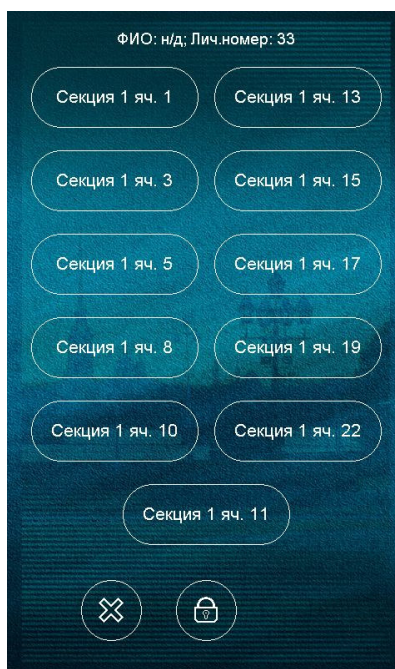

Рис. 9.1 Меню пользователя
- присвоить имя ячейке. Имя будет отображаться вместе с номером ячейки (см. Рис. 9.1). При большой длине имя будет отображаться не полностью и заканчиваться многоточием;
Для сдачи пенала пользователь должен пройти идентификацию личности (приложив карту к считывателю / введя личный номер / введя личный номер и приложив палец к сканеру). При успешной идентификации на экране изделия отобразятся все доступные для пользователя ячейки изделия (см. Рис. 9.1). После чего пользователь должен вложить пенал в ячейку и задвинуть до его упора.
Для получения пенала пользователь должен пройти идентификацию личности (приложив карту к считывателю / введя личный номер / введя личный номер и приложив палец к сканеру). При успешной идентификации на экране изделия отобразятся все доступные для пользователя ячейки изделия (см. Рис. 9.1) и, если пользователю доступна только одна ячейка, произойдет разблокирование пенала, сопровождающееся индикацией открытия ячейки (засветится зеленый индикатор).
Для сдачи пенала пользователь должен пройти идентификацию личности (приложив карту к считывателю / введя личный номер / введя личный номер и приложив палец к сканеру). При успешной идентификации на экране изделия отобразятся все доступные для пользователя ячейки изделия (см. Рис. 9.1) и, если пользователю доступна только одна ячейка, произойдет разблокирование ячейки, сопровождающееся индикацией открытия ячейки (засветится зеленый индикатор). После чего пользователь должен вложить пенал в ячейку и задвинуть до его упора.
Для получения брелока с ключами пользователь должен пройти идентификацию личности (приложив карту к считывателю / введя личный номер / введя личный номер и приложив палец к сканеру). При успешной идентификации на экране изделия отобразятся все доступные для пользователя ячейки изделия (см. Рис. 9.1) и, если пользователю доступна только одна ячейка, произойдет разблокирование брелока, сопровождающееся индикацией открытия ячейки (засветится зеленый индикатор). При этом дверца секции хранения разблокируется.
Для сдачи брелока пользователь должен пройти идентификацию личности (приложив карту к считывателю / введя личный номер / введя личный номер и приложив палец к сканеру). При успешной идентификации на экране изделия отобразятся все доступные для пользователя ячейки изделия (см. Рис. 9.1) и, если пользователю доступна только одна ячейка, произойдет её разблокирование, сопровождающееся индикацией открытия ячейки (засветится зеленый индикатор). При этом дверца секции хранения разблокируется. После чего пользователь должен вложить брелок в ячейку и задвинуть его до упора.
Для открытия дверцы ячейки хранения пользователь должен пройти идентификацию личности (приложив карту к считывателю / введя личный номер / введя личный номер и приложив палец к сканеру). При успешной идентификации на экране изделия отобразятся все доступные для пользователя ячейки изделия (см. Рис. 9.1) и, если пользователю доступна только одна ячейка, произойдет её разблокирование, сопровождающееся индикацией открытия ячейки (начнёт мигать зеленый индикатор).